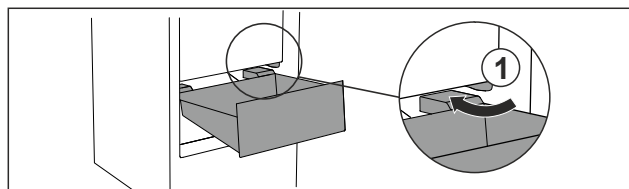

Fig. 136
- Schubfach schräg um die Stopper Fig. 136 (1) herumführen.